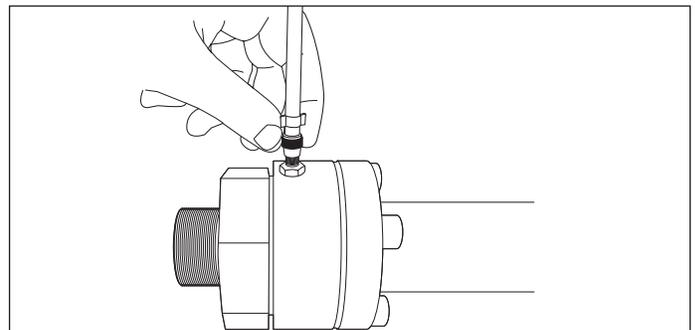

Figure 20-11
7. Attachez le tuyau du boîtier de détecteur de carburant au raccord d'extrémité DoubleTrac® (Figure 20-11).